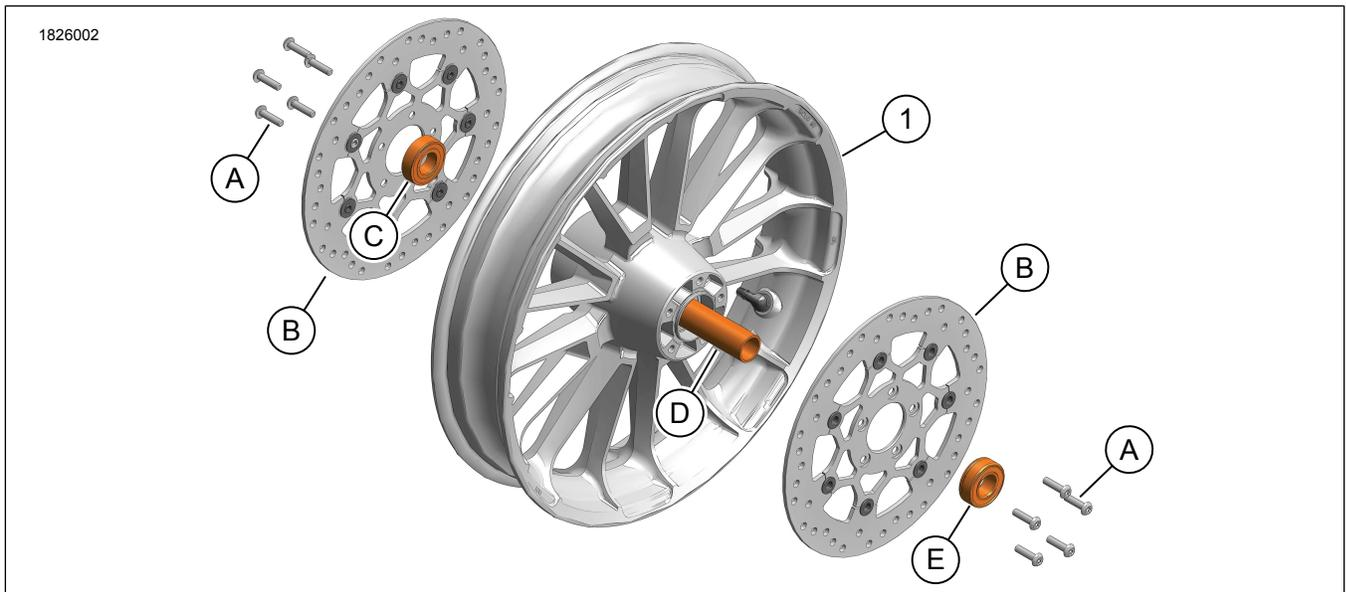

Figura 1. Conteúdo do kit: Roulette HD de 19 pol. Roda
1. Retire a roda Equipamento original (OE) . Veja o manual de serviço.
2. Ver a Figura 1. Desmonte os rotores do travão dianteiro.
- a. Retire os parafusos (A).
- b. Retire OE rotores do travão dianteiro (B).
5. Remova o espaçador do rolamento de roda (D).
3. Ver a Figura 1. Instale o espaçador de rolamentos (D) e os **novos** rolamentos de roda selados (C, D).